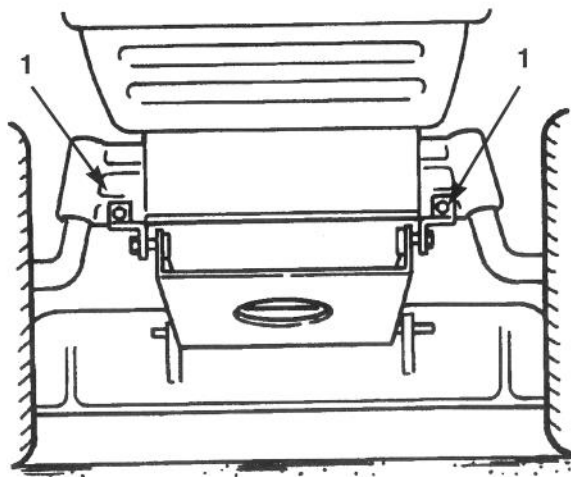

Figure 41
7. Déposer les boulons et les écrous de blocage et retirer les deux supports de pivots de la tondeuse de l'essieu avant (Fig. 41).